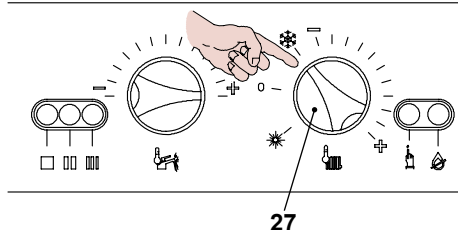

Figura 9.16
- Spegnerne la caldaia portando il selettore 27 come indicato in Figura 9.16.